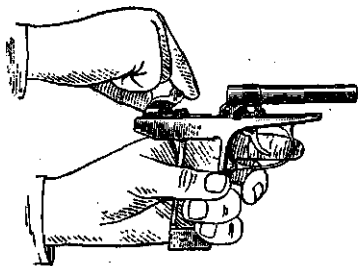

Рис. 21. Присоединение курка к рамке
6) **Присоединить курок к рамке.** Удерживая рамку за основание рукоятки левой рукой и повернув спусковой крючок в крайнее переднее положение, правой рукой наклонить курок головкой вперед, ввести его цапфы в цапфенные гнезда в рамке (рис. 21) и повернуть головку курка назад.